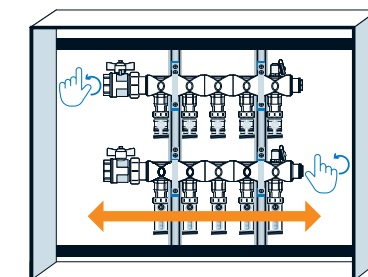

Figure 10 : Ensemble collecteur à l'équerre et de niveau
5. Remettez l'ensemble collecteur à l'équerre et au niveau (voir **Figure 10**).